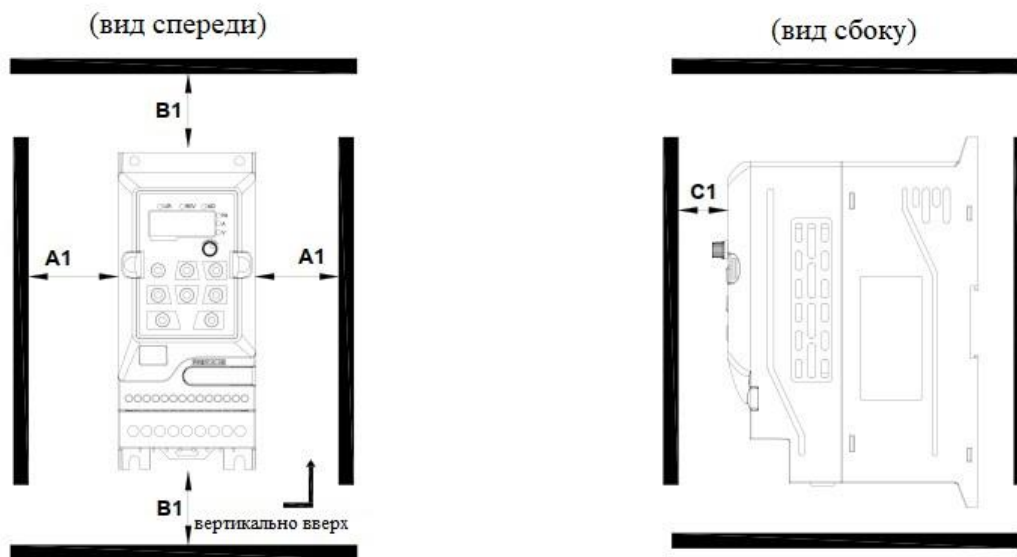

Рис. 3-1 Установка с одним инвертором.
- Как показано на рис. 3-1, пространство для установки должно обеспечивать достаточное пространство для радиатора преобразователя частоты. При резервировании места учитывайте тепловыделение других устройств в шкафу.